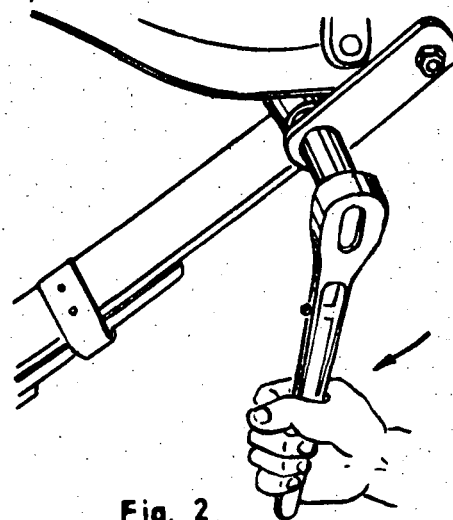

Fig. 2
- b) Install the shackles (fig. 2).